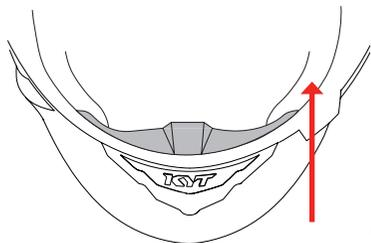

FIGURA 15
**CUBRE - NARIZ****Extracción** — Figura 15